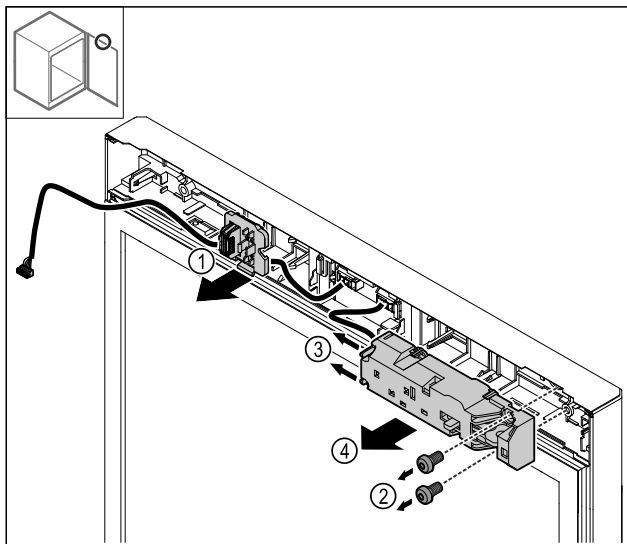

Fig. 27
- Atfiksukite kištuko laikiklį Fig. 27 (1).
- Išsukite varžtus Fig. 27 (2).
- Paspauskite fiksavimo iškyšas Fig. 27 (3) į šoną ir nuimkite elektrinį užraktą Fig. 27 (4).